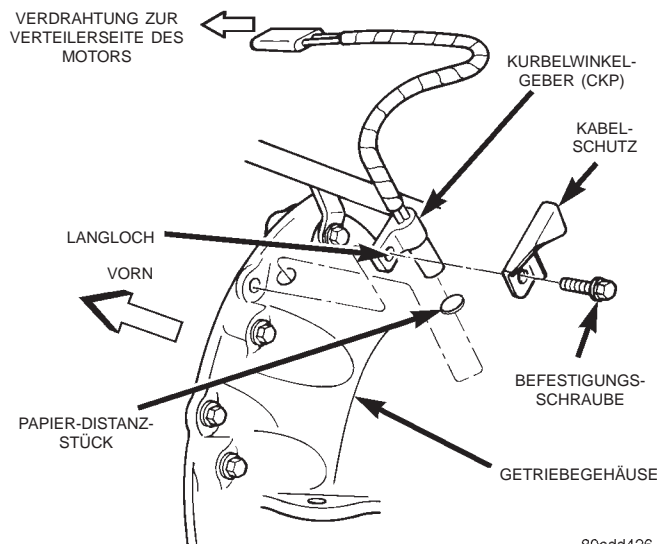

Abb. 31 Kurbelwinkelgeber (CKP) — 4.0L-Sechszylindermotor
Der CKP-Geber ist mit einer Schraube an der Kupplungsglocke hinten links am Motorblock angebracht (Abb. 31). Der Geber **kann eingestellt werden** und ist mit einer Schraube befestigt. Am Geber ist ein Kabelschutz angebracht (Abb. 31).
- (1) Neue CKP-Geber: Darauf achten, daß an der Unterseite des Gebers ein Papier-Distanzstück angebracht ist. Ist dies nicht der Fall, ein Distanzstück (Teilenummer 05252229) anbringen.
- (2) Gebrauchte CKP-Geber: Unterseite des Gebers reinigen und Distanzstück (Teilenummer 05252229) anbringen.
- (3) CKP-Geber in die Öffnung am Getriebegehäuse einsetzen.
- (4) Kabelschutz am CKP-Geber anhalten (Abb. 31).
- (5) Fühler an das Schwungrad bzw. an die Mitnehmerscheibe andrücken und in dieser Stellung die Befestigungsschraube mit 7 N·m (60 in. lbs.) festziehen.
- (6) Verdrahtung des CKP-Gebers am Kabelschutz anbringen.
- (7) Steckverbinder des CKP-Gebers am Hauptkabelbaum anschließen.